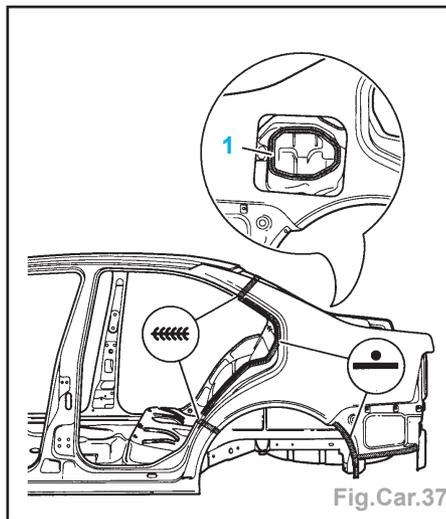

Fig.Car.37
- Encoller de cordon hermétique collant au butyle l'insonorisant (1) (Fig.Car.37) sur les deux faces et l'appliquer fermement sur le renfort du montant C.
- Appliquer la colle dans la zone de sertissage du flasque de roue (2) et réaliser deux cordons de 3,5 mm de diamètre chacun.